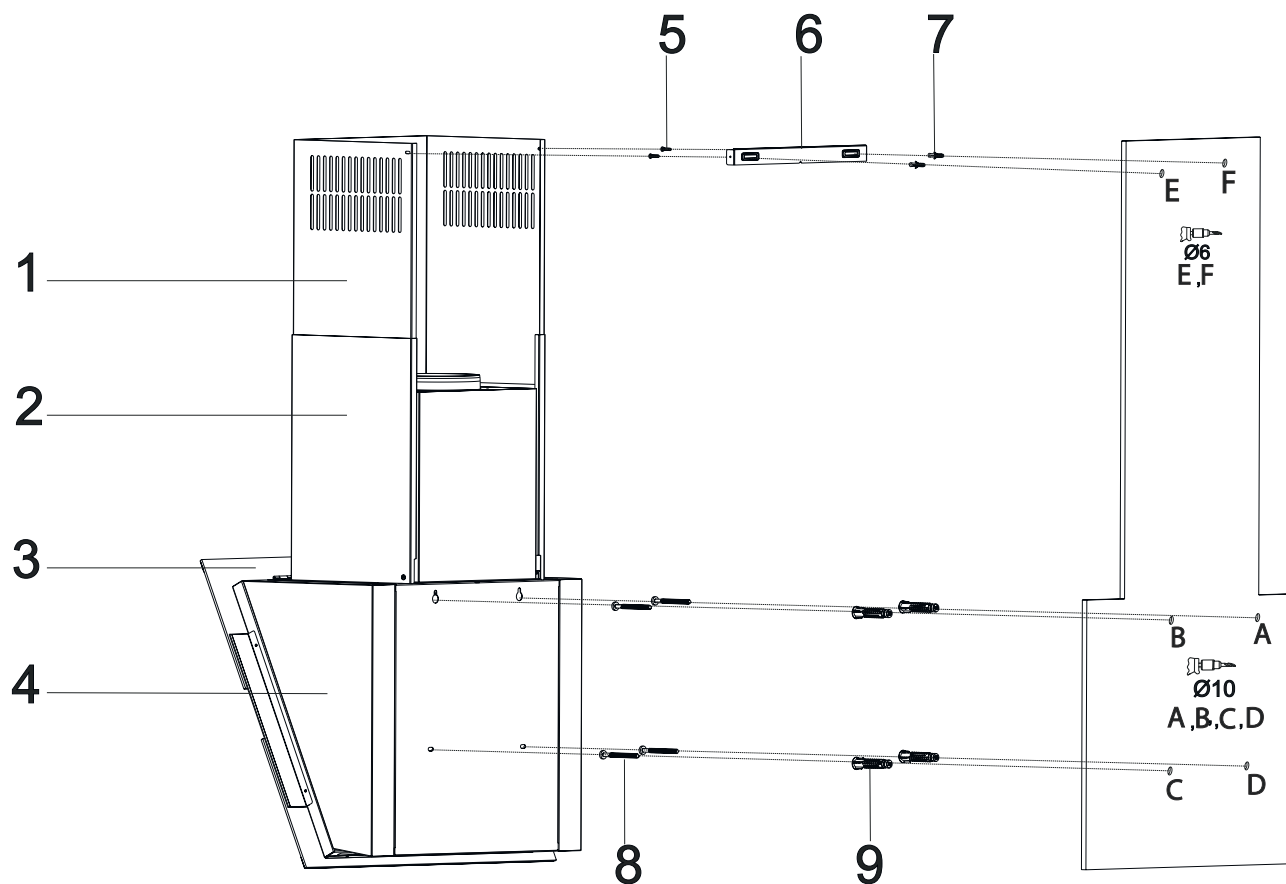

Fig. 8
2. ➤ Påsæt monteringskabelonen på væggen i den ønskede højde. Bor huller i punkterne A, B, C & D med Ø10mm bor(Fig. 8).
3. ➤ Sæt nu rawplugs i punkterne A, B, C ve D. Montér nu 5,5x60 skrue på punkterne A & B og lad der være 5mm afstand mellem væg og skruehoved(Fig. 8).
4. ➤ Hæng nu produktet op og fastmontér nu ved at skruer på A + B 5,5x60 og på D & C med 5,5x60 skrue(Fig. 8).